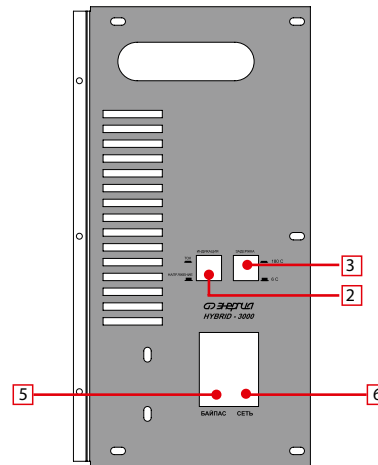

Рисунок 2
Перечень составных частей изделия (рис. 2)
5.4.1. Расположение элементов подключения, управления и индикации для всех моделей показано на рис. 2. Их позиционные обозначения и назначения указаны в Таблице 4.